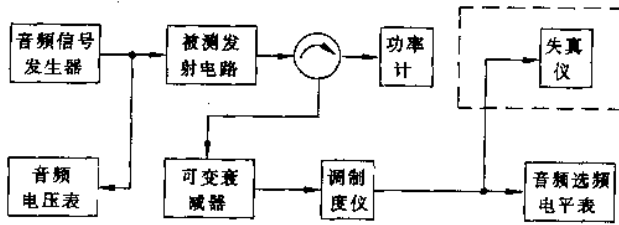

图 2-6
标准测量频偏的接线图如图 2-6 所示,其基本步骤如下:
- 在图 2-6 中,使音频信号发生器输出 1kHz 单音,发射电路以额定功率输出。调节衰减器与调制度仪输入的射频信号电平合适,调节音频源电平使频偏值为最大允许频偏的 60% ,此时音频电压表的读数即为调制灵敏度。
非线性失真系数是指音频输入端加入标准测试音调时,在发射电路输出端经解调测得的两次及更高次音频谐波成份的总有效值与整个信号的有效值之比,通常用百分数表示。其标准测量方法是:按图 2-6,在调制度仪低频输出端上接入非线性失真仪,音频源输出一个使发射电路产生标准测试音调的信号,发射电路以额定功率工作,读取非线性失真仪上的读数,即为该发射电路的音频谐波非线性失真系数。无绳电话主机的失真系数不大于 7% ,副机的失真系数一般不大于 10% 。
寄生调幅是指发射电路的已调信号上呈现的寄生幅度调制。它是发射电路在标准测试音调调制下工作时,输出调频信号的调幅系数,通常用百分数表示。其标准测量方法是:在图 2-6 中,调节音频信号发生器,使发射电路工作于标准测试音调,直接用调制度仪中的调幅系数量程测试其寄生调幅。无绳电话的寄生调幅应不大于 3% 。